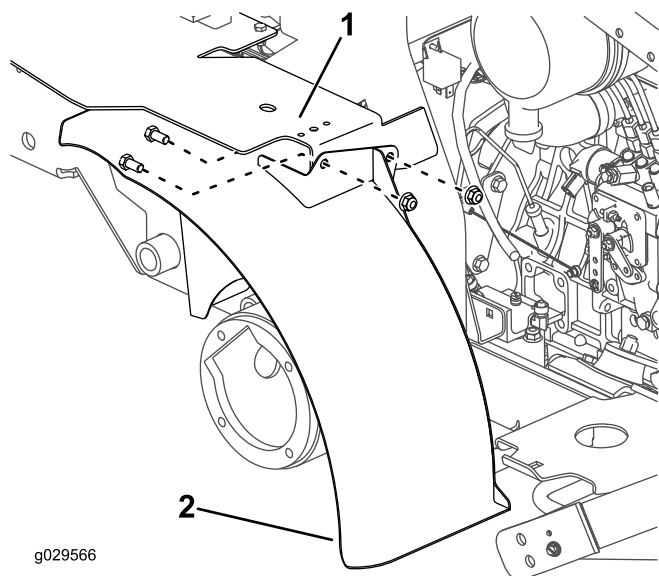

図9
6. 左フェンダ上部にブラケットを仮止めするボルト3/8 x 3/4 インチ2本とナット3/8 インチ2個を使用して図9のように取り付ける。